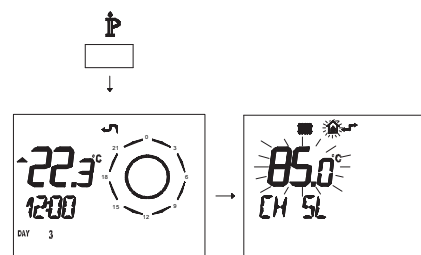

Figura 5.38
- Pulse durante más de 3 segundos el botón **P** para entrar en la modalidad **INFO** (Figura 5.38).